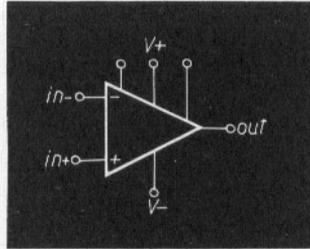

figura 7
**Vediamo ora come « lavora » l'operazionale,** il cui simbolo elettrico è rappresentato in figura 7.